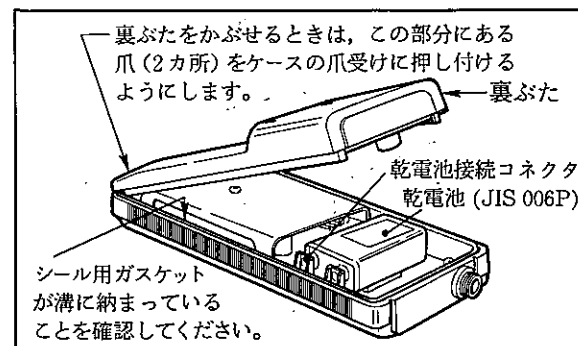

図 5.2 乾電池の接続および裏ぶたの取り付け要領
- (2) 図 5.2 のように、コネクタへ乾電池を接続してく